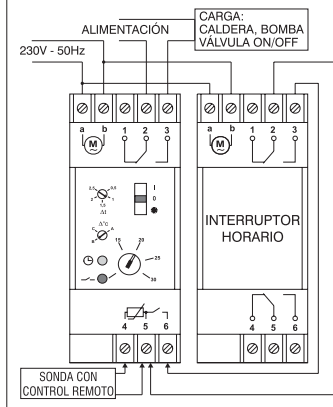

fig.3
- Realizar la conexión eléctrica al termostato, terminales 4 y 5 (fig. 3).
Para obtener una reducción de la temperatura es necesario conectar el termostato tal como se ilustra en la fig. 3. El contacto por conectar al interruptor horario u otro dispositivo de mando tiene que ser libre de potencial. La reducción de la temperatura puede programarse mediante el trimmer de regulación  $\Delta^{\circ}C$ . El valor, regulable en los tres niveles A-B-C indicados sobre el frente del producto, no es fijo sino que varía en función de la temperatura programada. Ver tabla al lado.